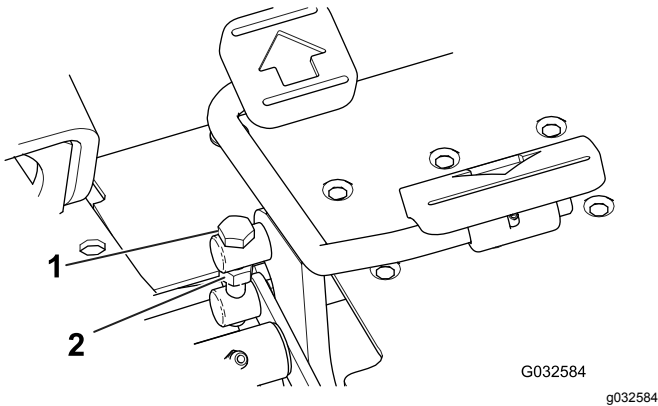

Figura 49
1. Solte a porca de bloqueio no parafuso do eixo no lado do pedal de tração (Figura 49).